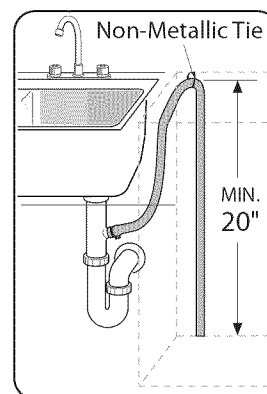

Ilustración 8
1. Directamente a la conexión de desagüe de la lavadora de platos debajo del fregadero, como se muestra en la Ilustración 8.